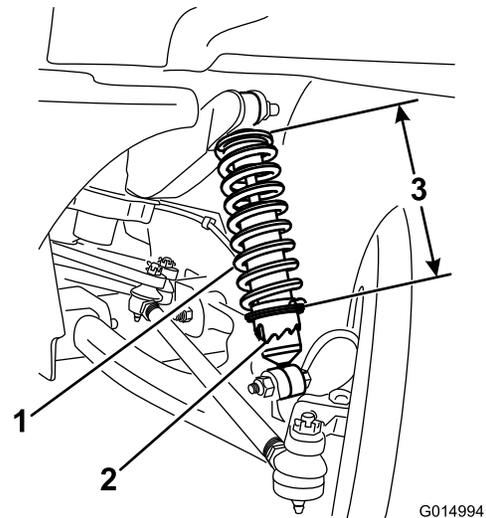

Figura 53
3. Utilizzando l'attrezzo Toro numero 6010, ruotate il collare sull'ammortizzatore per cambiare la lunghezza della molla (Figura 53).